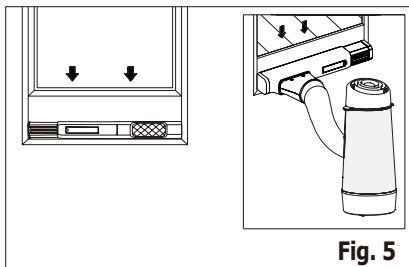

Fig. 5
3. Montér vinduessættet på vinduet, og skub adapteren B ind i vinduesskydesættet og forseg det. (Fig. 5 og 6)